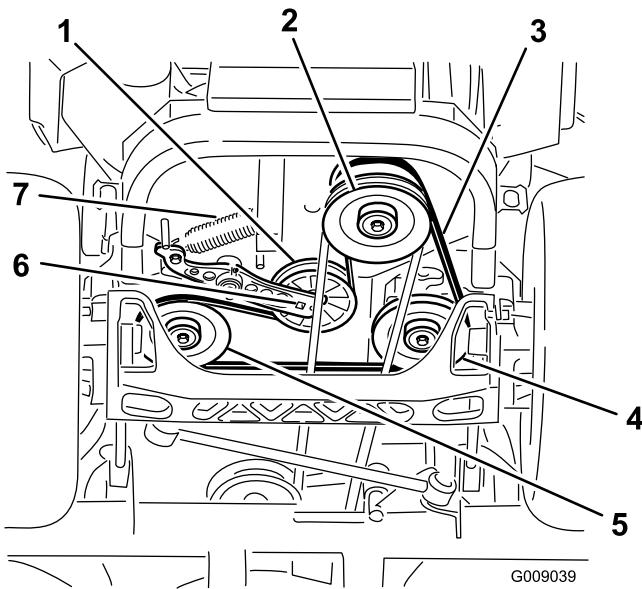

Bild 75
4. Heben Sie die Maschine an und stützen Sie sie mit Stützböcken ab (Bild 75).
5. Setzen Sie eine Ratsche in das rechteckige Loch im Spannarm ein, um die Spannscheibenfeder zu entfernen (Bild 75).
6. Haken Sie die Spannscheibenfeder vom Rahmen aus (Bild 75).
9. Setzen Sie einen Schraubenschlüssel in das rechteckige Loch im Spannarm ein, um die Spannscheibenfeder im Rahmen einzusetzen (Bild 75).